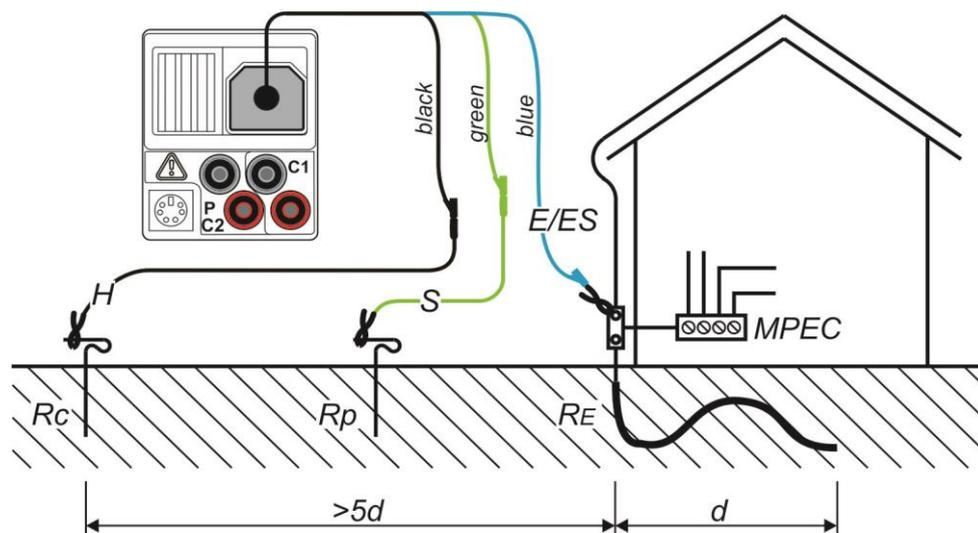

Abbildung 5.33: Erdungswiderstand, Messung der Haupterdung der Anlage
- **Schließen** Sie die Prüflitungen am Prüfling an (siehe Abbildung 5.33 und 5.34).